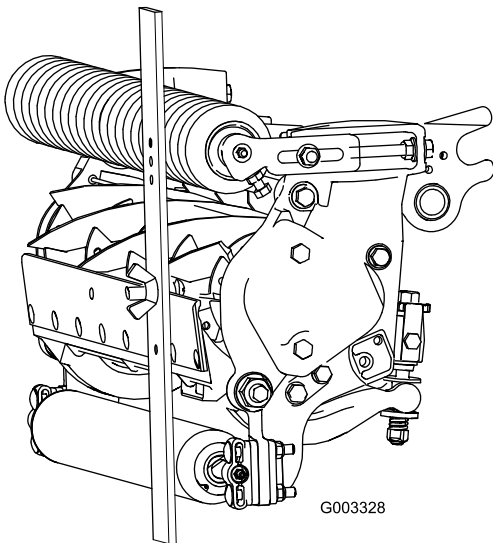

Figura 17
3. Prenda a cabeça do parafuso à extremidade cortante da lâmina de corte e apoie a extremidade traseira da barra no rolo traseiro (Figura 17).
(Figura 17). Ajuste ambas as extremidades do rolo até que todo o rolo esteja paralelo à lâmina de corte.